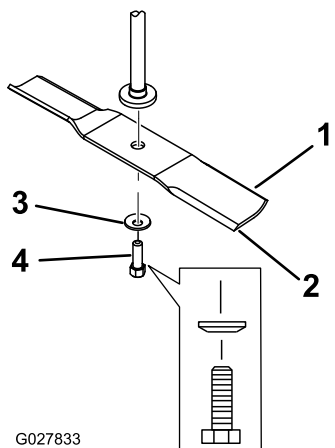

Figura 63
2. Togliete il bullone, la rondella curva e la lama dall'asse del fusello (**Figura 63**).
1. Montate la lama sull'asse del mandrino (Figura 63).
2. Montate la rondella curva (lato concavo verso la lama) e il bullone della lama (Figura 63).